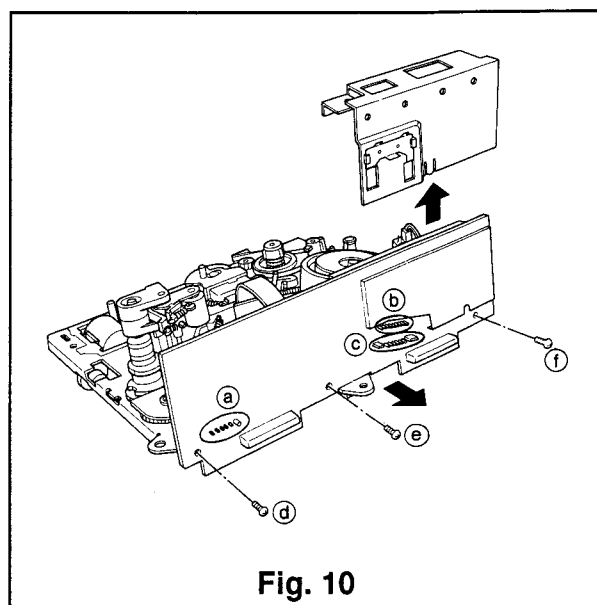

Fig. 10
- 2) S'il est nécessaire d'enlever la CCI du pré-amplificateur, enlever l'assemblage de la platine en se référant au Para. 4 du chapitre DEMONTAGE. Soulever ensuite le capot et déposer. Débrancher les trois bornes (a à c), enlever les trois vis de fixation (d à f) de la Fig. 10 et débrancher les connecteurs de la Tête FE, de la tête A/C et du moteur pour enlever la CCI du préamplificateur.